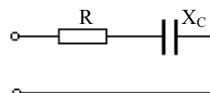

Рис. 5.2
**2. Исходные данные.** К источнику переменного тока с напряжением  $U$  подключена цепь с активным сопротивлением  $R$  и емкостным  $X_C$  (рис. 5.2, табл. 5.2).